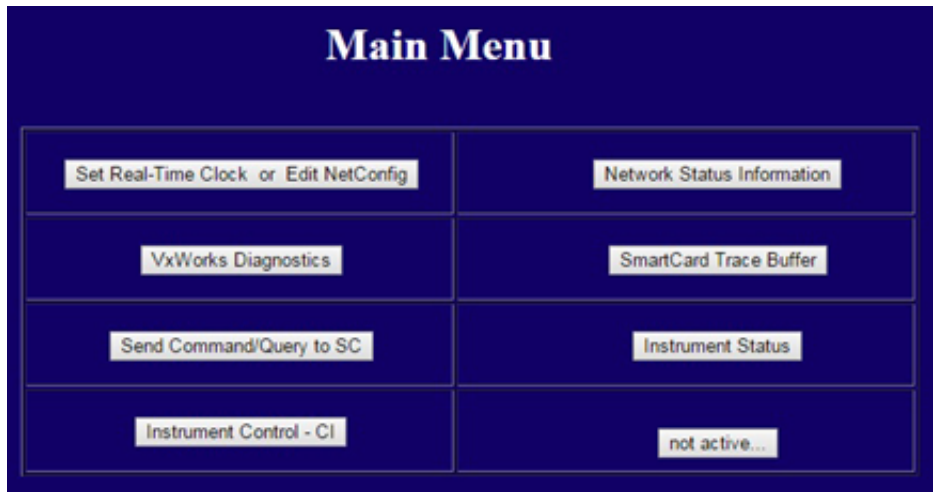

Abbildung 28. WUI-Hauptmenü
- 4 Geben Sie die IP-Adresse als URL in einen Internet-Browser auf dem PC ein, um die WUI-Seite anzuzeigen. (Siehe Abbildung 28.)